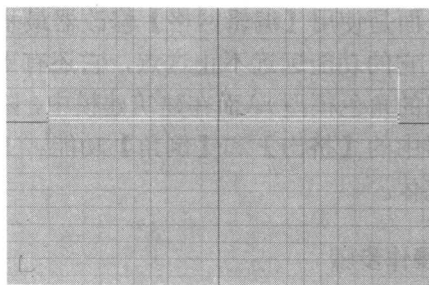

图 1-2-5 继续选择节点
(5) 此时，会发现视图中两边的垂直方向有三个节点，而中间只剩下两个节点。切换为前视图，选择第二排节点，如图 1-2-5 所示。